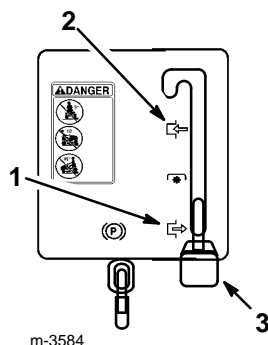

Figure 7
4. Mettre la commande de lame (PdF) en position débrayée (Fig. 7).